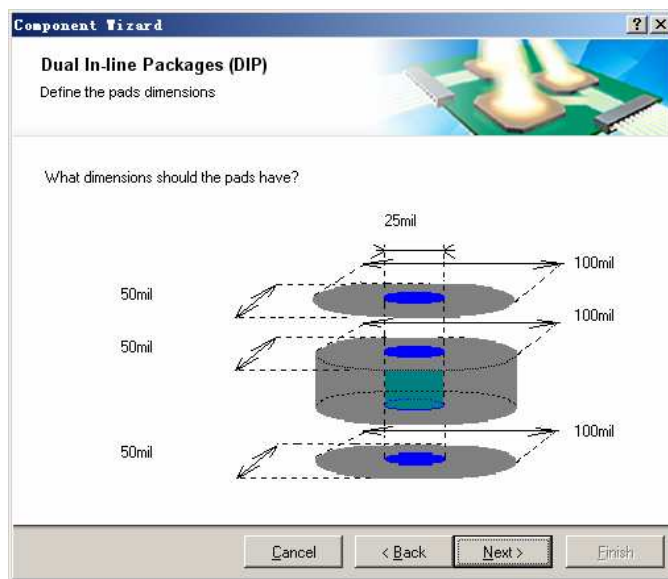

图 10.31 “Define the pads dimensions” 视图
(4) 在“Component patterns”页面中选择“Dual In-Line Package (DIP)”项，在“Select a unit”下拉列表中选择“Imperial (mil)”，单击“Next”按钮，打开如图 10.31 所示的“Dual In-Line Package (DIP)”页面，显示“Define the pads dimensions”视图。